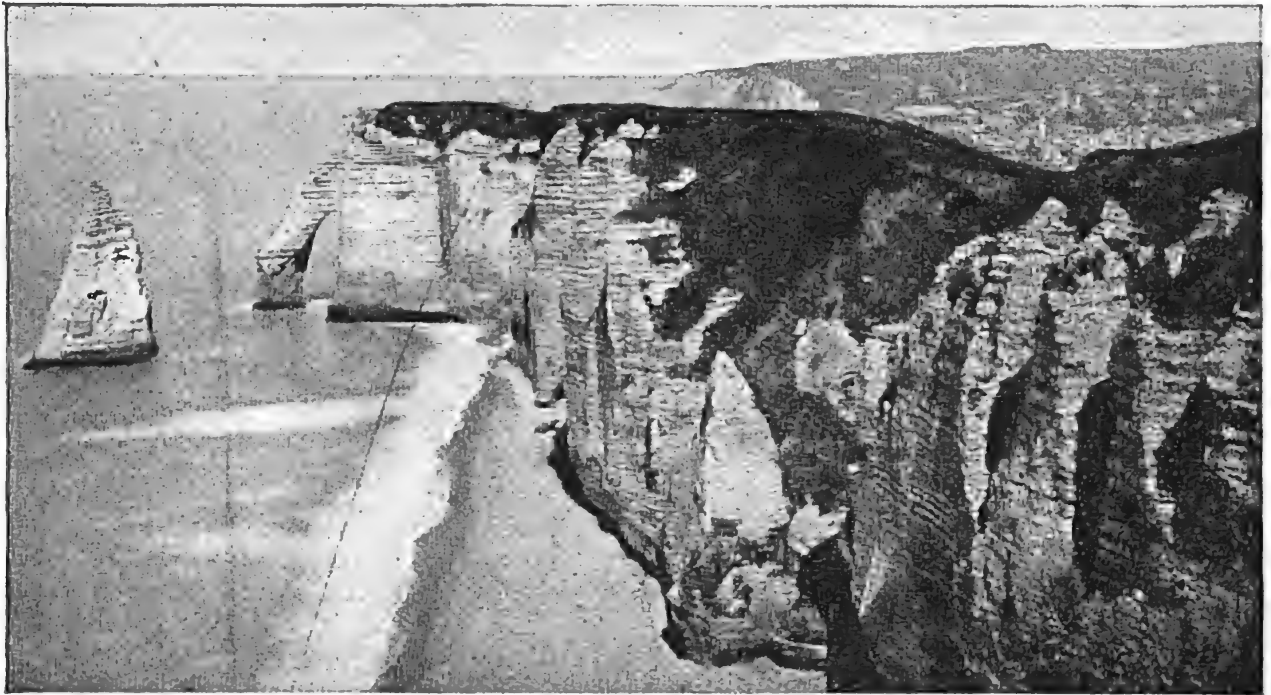

Fig. 119. — La mer sape les falaises (Étretat [Seine-Inférieure]).
**4. Action de la mer.** — Les *marées* et surtout les vagues de la mer exercent sur les côtes une action destructive très énergique. Elles sapent incessamment le pied des falaises, les désagrègent et les font ébouler dans la mer (*fig. 119*). Les fragments de roches, roulés par les flots, s'arrondissent et sont alors appelés *galets*. S'ils se morcellent de plus en plus, ils finissent par former du *sable* dont l'amas fait *plage*. Les parties les plus légères, surtout la craie, restent en suspension dans l'eau et sont entraînées par les courants. Lorsqu'elles arrivent dans un endroit où l'eau n'est plus agitée, elles se déposent en couches horizontales.